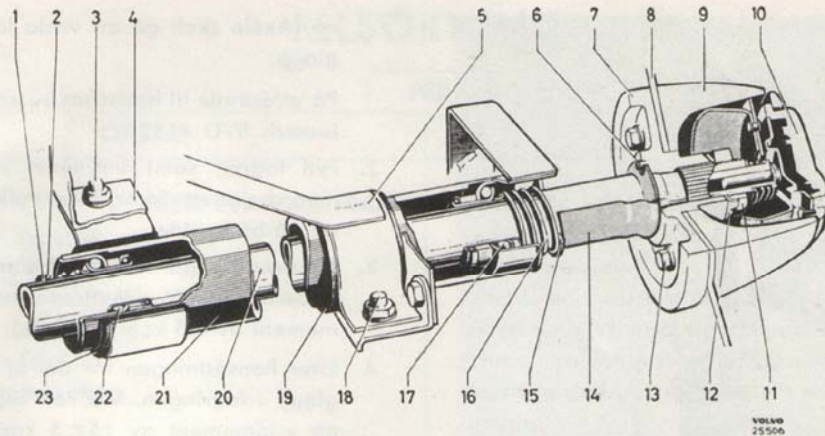

Bild 43. Rattaxellagring, P 1800.
- Skruva ur skruvarna (3, bild 43) för nedre fästet och skruvarna (18) för övre fästet. Drag upp rattröret (21) något och demontera körvisaromkopplare och signalspak, se avdelning 3. Drag därefter av rattörret från rattaxeln (20).
- Kontrollera att gummibussningarna (19 och 23) för rattörsfästena är felfria och att låsringen (1) sitter i sitt spår. Montera därefter rattröret och övriga detaljer i omvänd ord-
ningsföljd mot demonteringen och så som framgår av bild 43. Drag rattmuttern med ett moment av 3,5–5,0 kgm (25–35 ft.lb.). Glöm ej att låsa den.